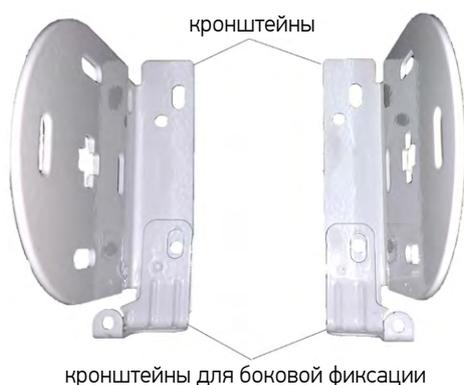

Рис. 3. Установка верхних кронштейнов для боковой фиксации
3. Просверлив отверстия под кронштейны, при необходимости вставить дюбели\*. Если изделие с опцией боковой фиксации (только для моделей Классика LVT и Пружина 32 мм LVT), то наложить кронштейны для боковой фиксации на обычные кронштейны, как показано на рис.3. Прикрутить кронштейны саморезами\*.
### Пункты 4-9 только для изделий с боковой фиксацией (рис. 3, 5)